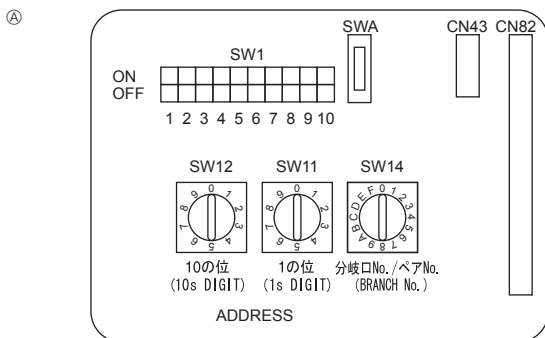

Fig. 6-4
6.5. Налаштування адрес (Fig. 6-4)